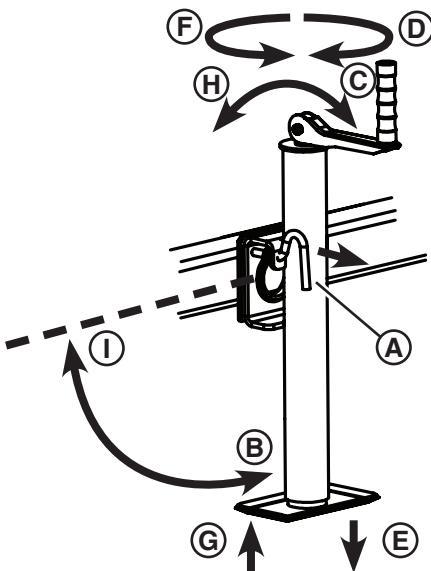

Figure 6
1. Tirer le levier de blocage (**A**, Figure 6), tourner le vérin de flèche en position d'opération (**B**) puis relâcher le levier de blocage. S'assurer que le levier de blocage est bien engagé dans le trou de blocage et bien fixé.
2. Déplier la manivelle (**C**, Figure 6).
4. Plier la manivelle (**H**, Figure 6).
5. Tirer le levier de blocage (**A**, Figure 6), tourner le vérin de flèche en position de transport (**I**) puis relâcher le levier de blocage. S'assurer que le levier de blocage est bien engagé dans le trou de blocage et bien fixé.